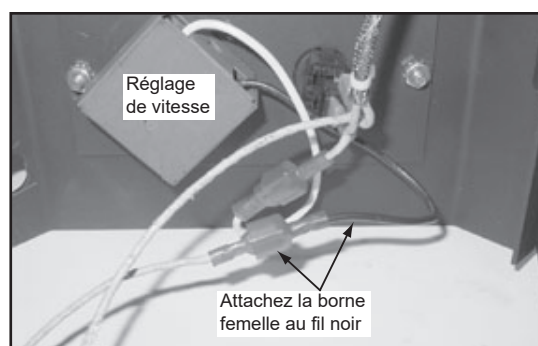

Figure 23.4
7. Fixez la cosse femelle au fil noir qui sort de la commande de vitesse. **Figure 23.4.**